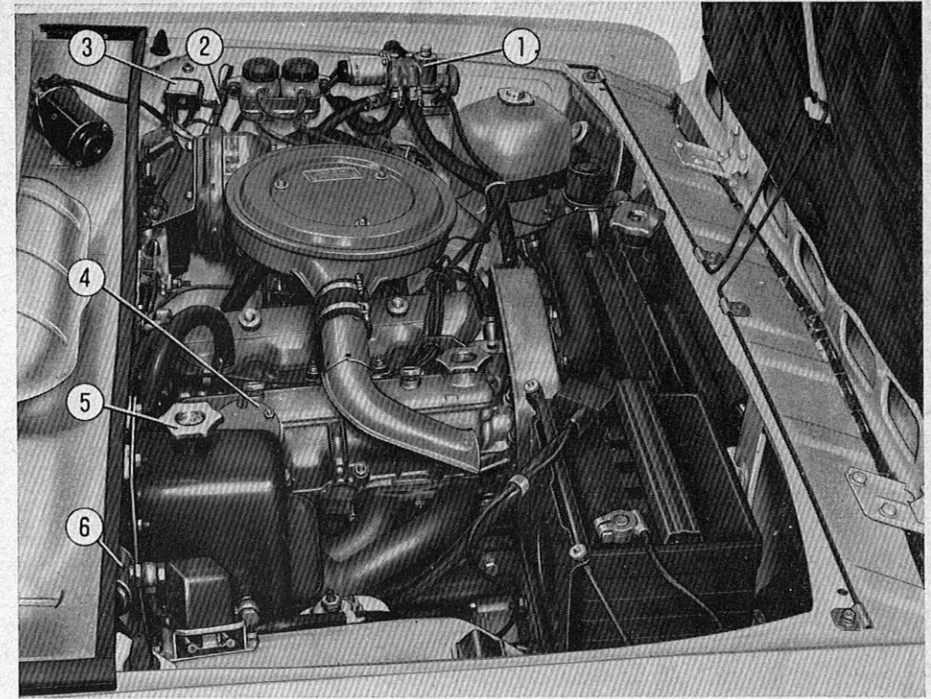

Abb. 6 - Der Motorraum.
- zusätzlicher Wärmetauscher (6, Abb. 6), im Motorraum untergebracht, in welchem ein Wärmeaustausch zwischen Motorkühlwasser und Wandleröl stattfindet. Durch den Wärmetauscher wird das Wandleröl beim Anlassen schnell auf Temperatur gebracht und dann beim Betrieb innerhalb angemessener Temperaturgrenzen gehalten;